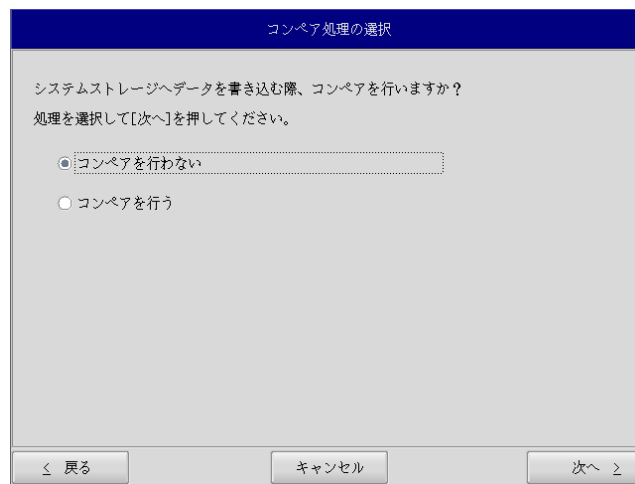

図 6-2-4. コンペア処理選択画面
- ⑧ コンペア処理の選択画面(図 6-2-4)が表示されます。